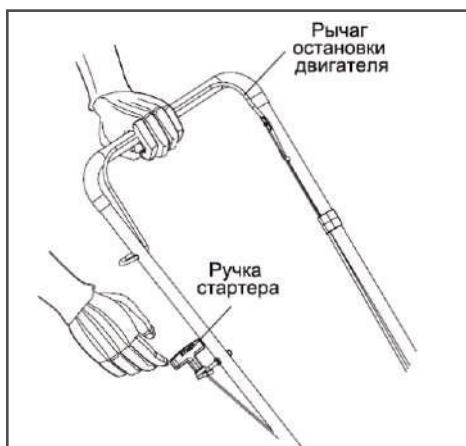

Рис. 9
*Для остановки двигателя отпустите рычаг остановки двигателя (Рис. 9).*